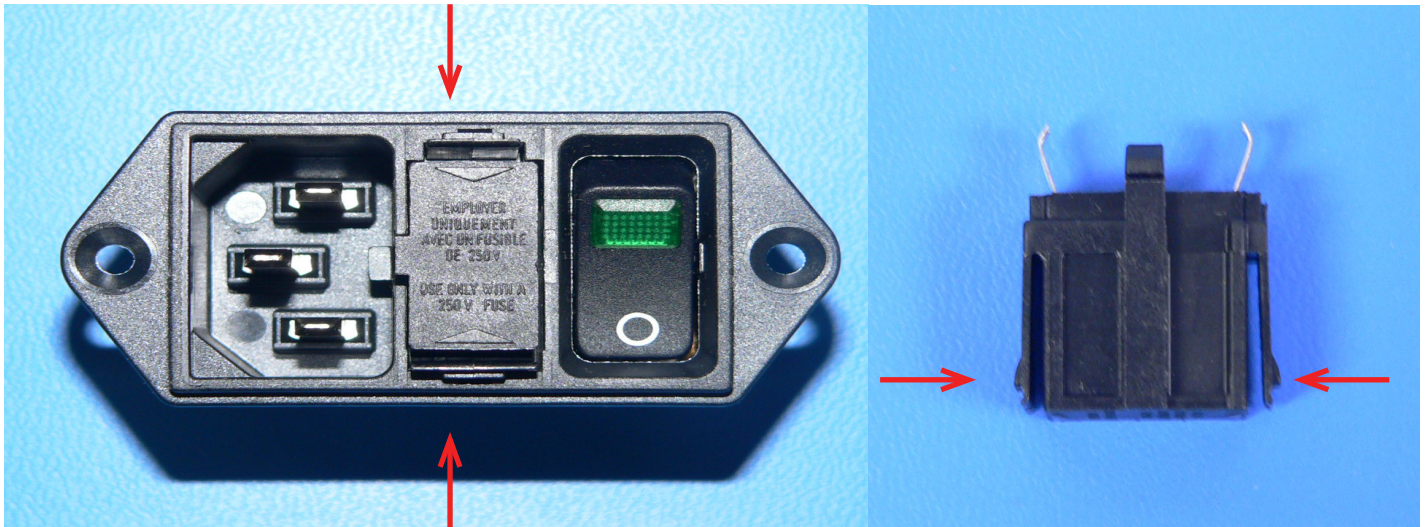

Figura 18: Urechile cutiei de siguranțe
- Folosind cleștele pentru nas cu ac, extrageți cu atenție cutia de siguranțe din modulul de alimentare apăsând pe urechile cutiei de siguranțe din fațe, astfel cum se arată în Figura 18.